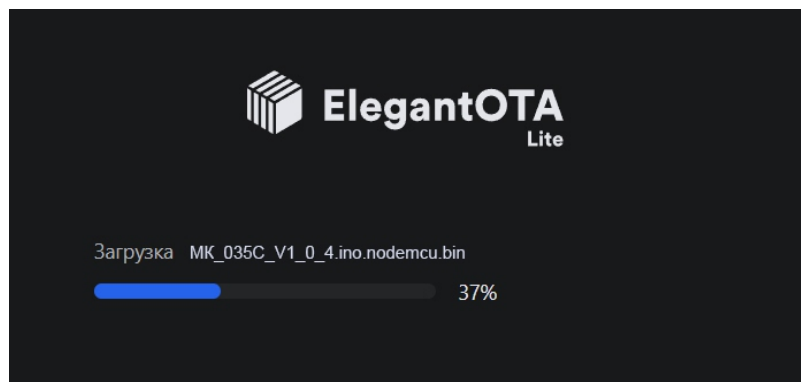

Рис.27
8.1.6 Укажите путь к файлу обновления с помощью кнопки выбора файла и запустите процесс см. рис.27. Обновление должно пройти без перезагрузки контроллера в процессе выполнения. Если заметили перезагрузку контроллера (остановка полоски прогресса на 2-3 сек), перезапустите процесс обновления повторно.